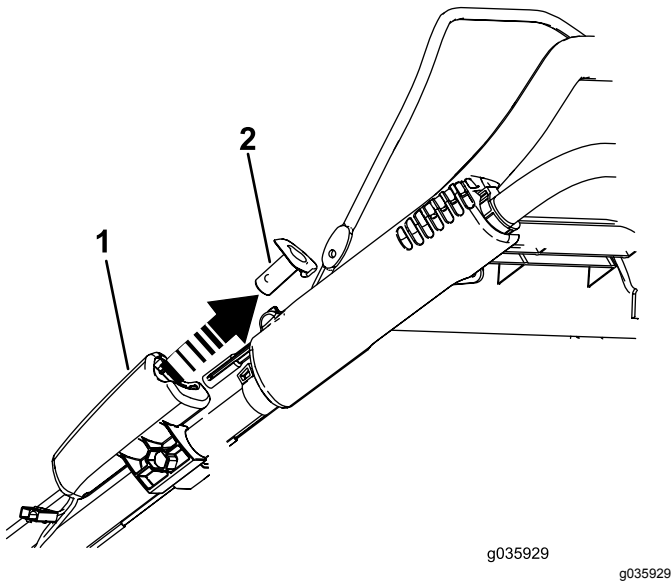

Figura 28
1. Retire el botón de arranque eléctrico como se muestra en Figura 28 (modelo de arranque eléctrico solamente).